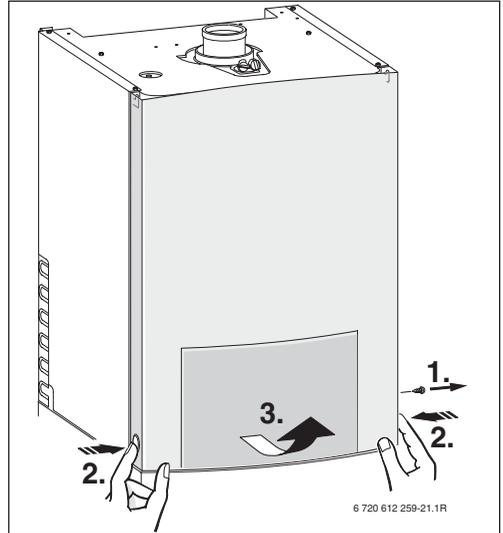
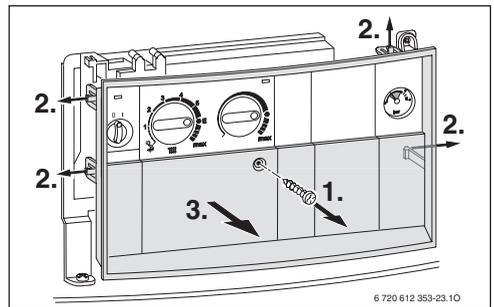

Bild 9
Bild 10
- ▶ Blende montieren (→ Bild 10) und vordere Abdeckung (→ Bild 9) anbringen.